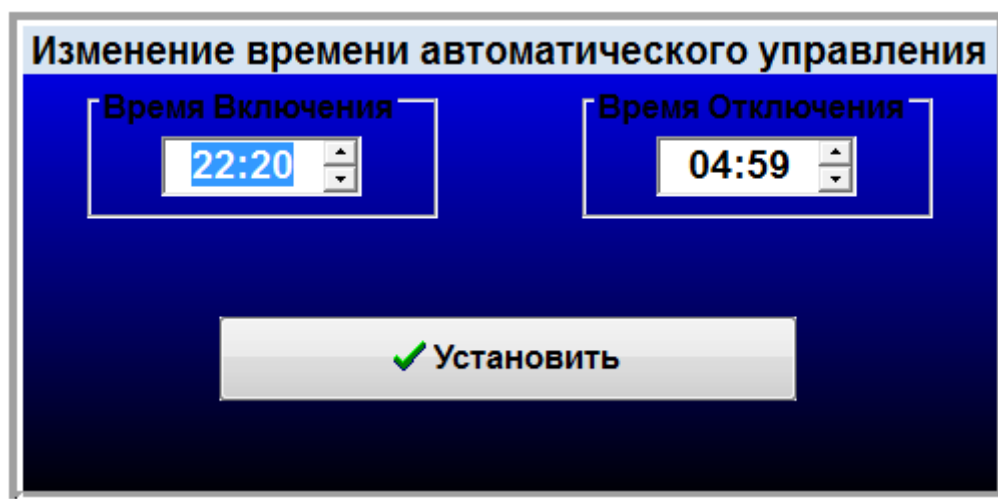

Рис.6. Панель изменения времени автоматического управления освещением
- «Изменить время» - вызывает панель изменения времени автоматического управления освещением, представленную на рис.6.